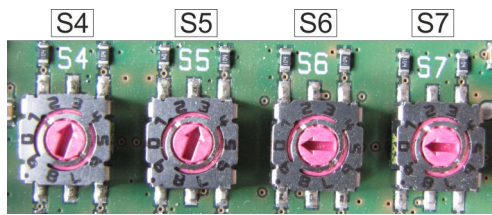

Abb. 57: Konfiguration
4.  System mit Adressen konfigurieren (Abb. 57).